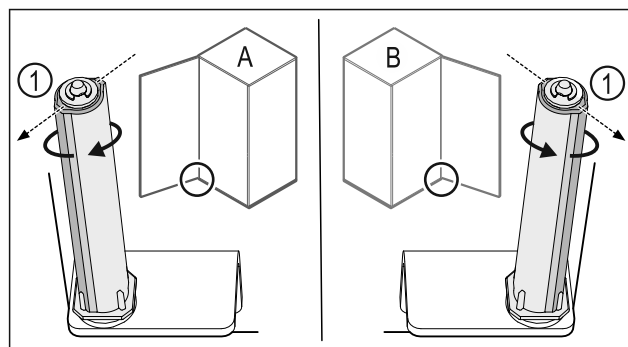

Fig. 37 Kreisais atbalsts (A) / labais atbalsts (B)
- Grieziet slēgšanas sistēmu pret pretestību, līdz slēgšanas sistēmas balstiņš Fig. 37 (1) ir vērsts uz augšu.